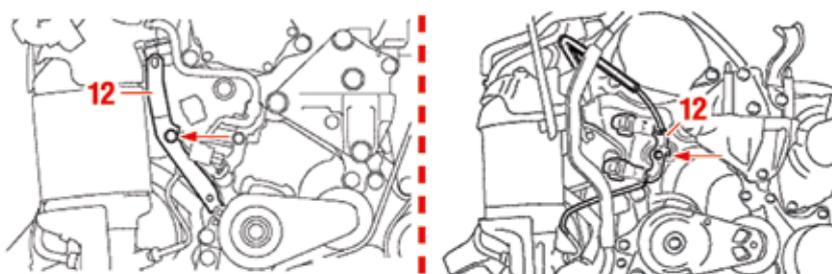

Fig. 40
- Staccare i supporti (12) (Fig. 40).